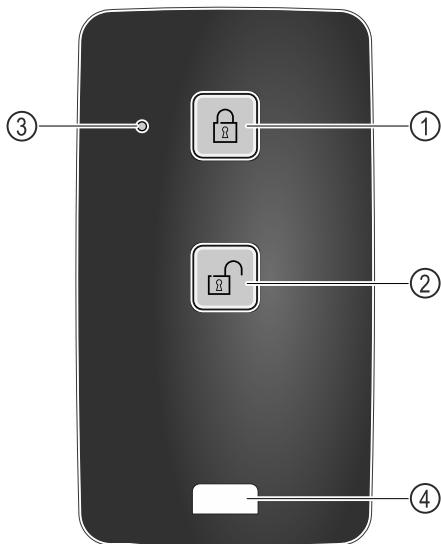

Fig. 219
- (1) Bloquear el cierre (3) LED de estado
(2) Desbloquear el cierre (4) Anilla de fijación
- Pulsar el botón Fig. 219 (1) del mando a distancia.
- Pulsar el botón Fig. 219 (2) del mando a distancia.
- El LED de estado Fig. 219 (3) emite una señal visual al pulsarse el botón.
- Anilla Fig. 219 (4) para la fijación del mando a distancia, p. ej., en un llavero.